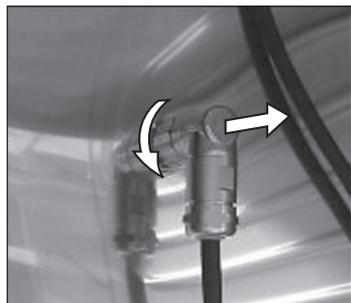

Fig. 32 Soltar a trava da baioneta e remover o conector
2. Desconecte o conector do cartucho de luz no espaço interno. Gire a trava da baioneta para a esquerda e remova o conector (Fig. 32).
10. Conecte o conector e bloqueie girando a trava da baioneta no sentido horário (Fig. 32).